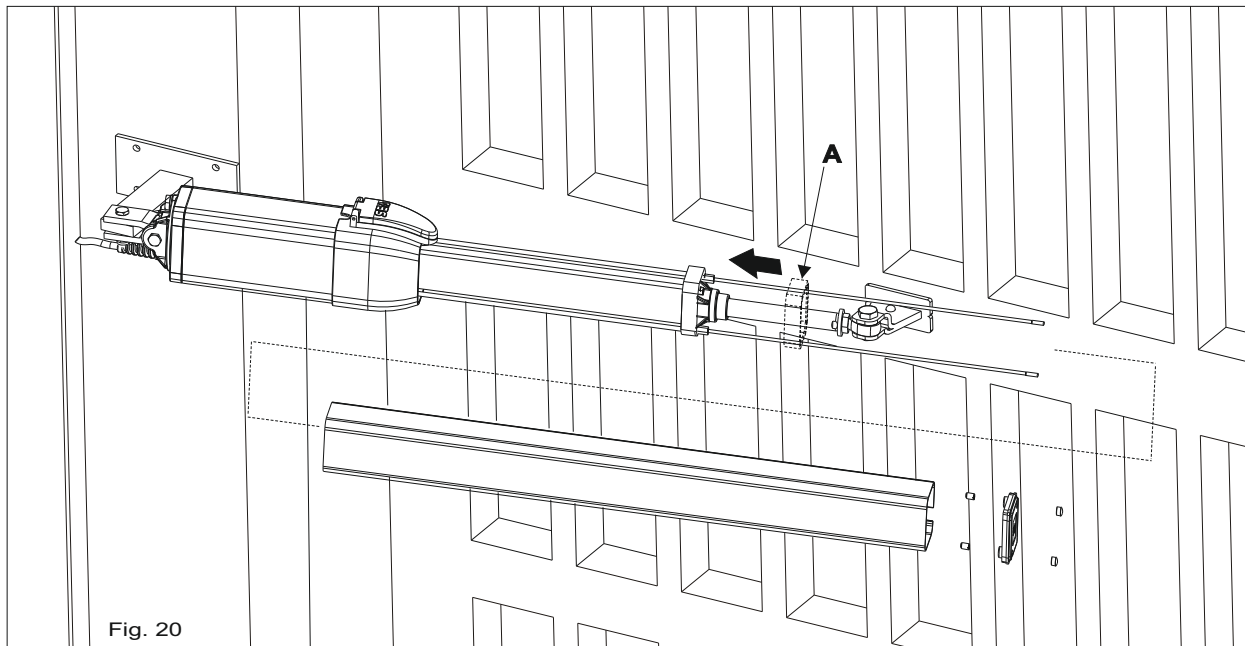

Fig. 20
Asegurarse de haber insertado el marco de plastico antivibracion (A) antes de insertar la cubierta cubre pistón (Fig. 20)